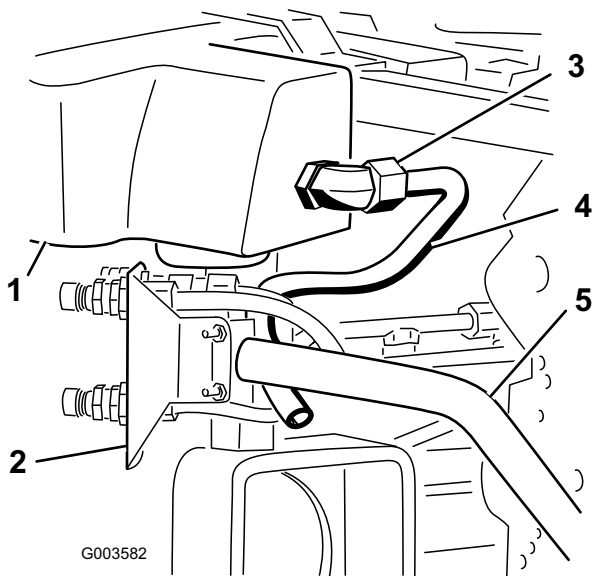
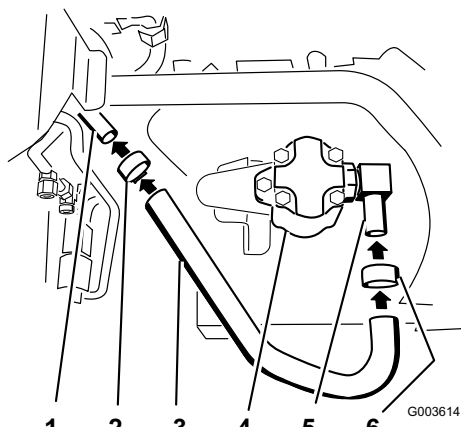
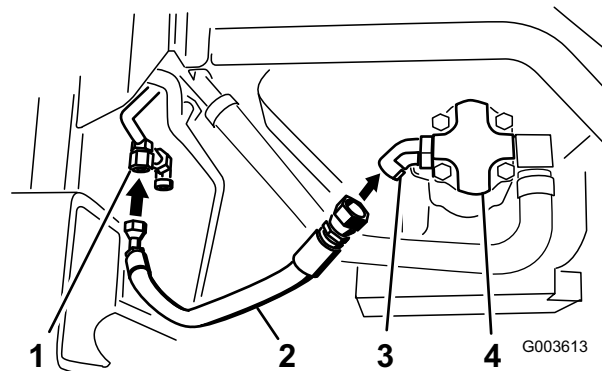
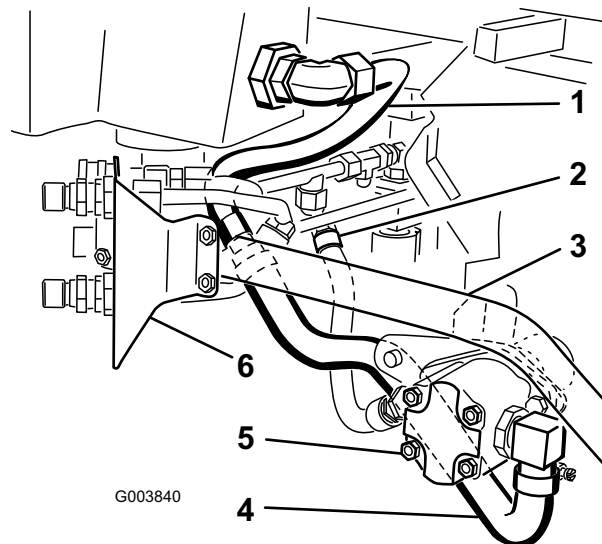

図 25
図 26
図 29
図 30
4. 図 25を参照して、油圧ライン #3 をマシンに取り付ける。
5. 油圧ライン #3 を、油圧タンクについている大きな90度エルボ (ストレーナへ通ずる) に取り付ける (図 25と図 30)。
2. このホースを油圧ポンプの側面についている90度エルボに接続する (図 26と図 30)。
3. エルボとホースの接続部にホース・クランプを掛けて固定する (図 26)。
4. この大きい油圧ホースを油圧ライン #3 に接続する (図 26)。
5. ホースに通しておいたクランプで、ホースと油圧ライン #3 との接続部を締め付ける (図 26)。
7. フィッティング付油圧ホースを油圧ポンプについている45度エルボに接続する（図 29と図 30）。ホースはシリンダの下にくる。
8. 図 30を見て油圧ホース、油圧ライン、および油圧ポンプの位置関係を確認する。